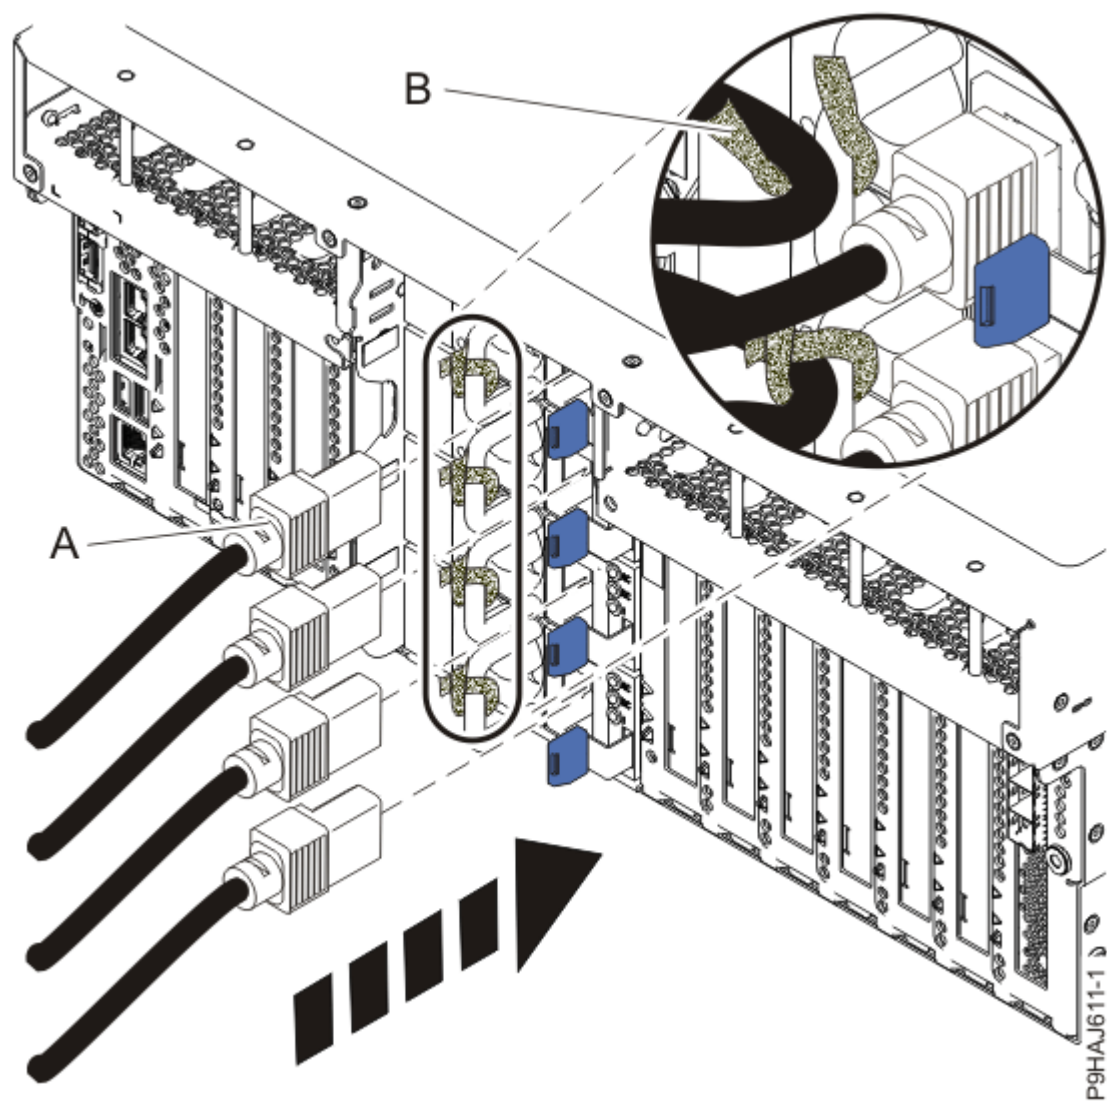
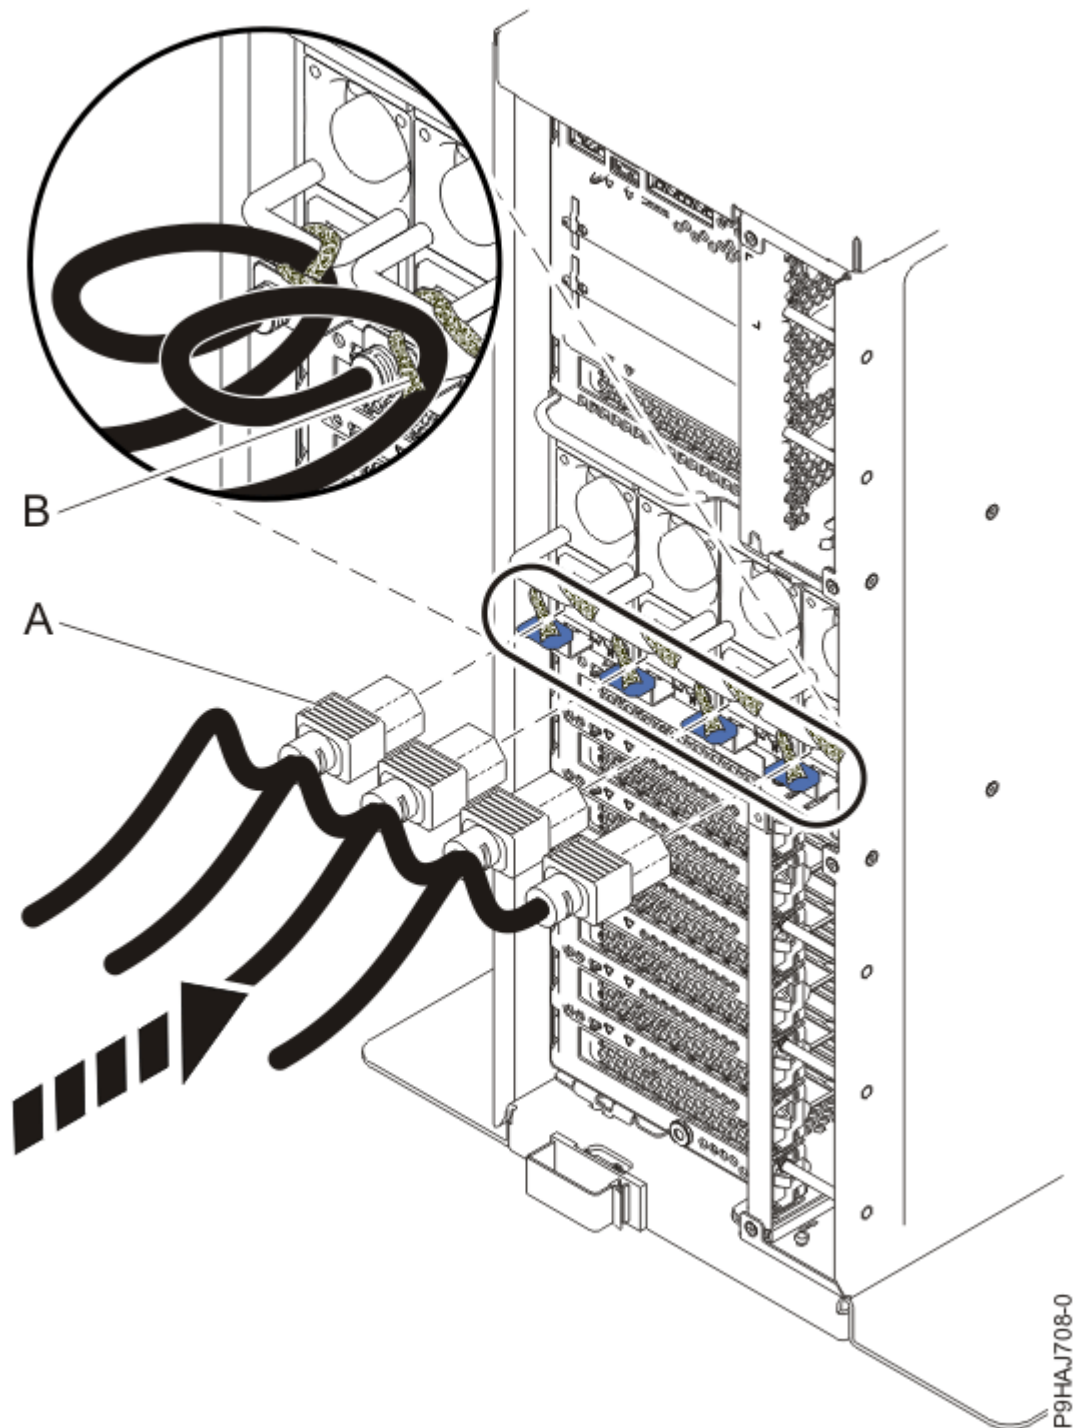

Figura 42. Conexión de los cables de alimentación a un sistema montado en bastidor
Figura 43. Conexión de los cables de alimentación a un sistema autónomo
9. Utilizando las etiquetas, vuelva a conectar los cables de alimentación **(A)** a la unidad del sistema. Sujete los cables de alimentación **(A)** al sistema utilizando los cierres velcro **(B)** tal como se muestra en la Figura 42 en la página 59 o la Figura 43 en la página 60.